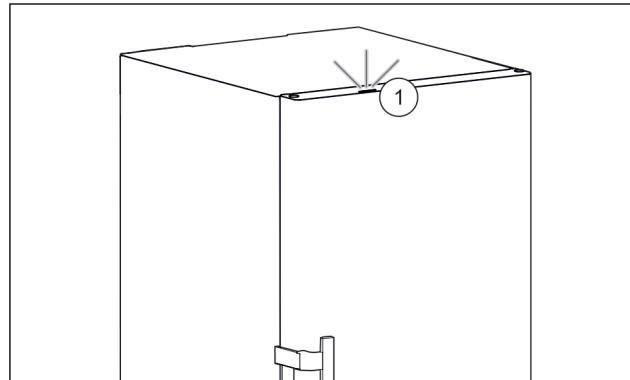

Fig. 57 Aktivní stavové světlo při zavřených dveřích
- ▶ Stavové světlo Fig. 57 (1) je aktivované.